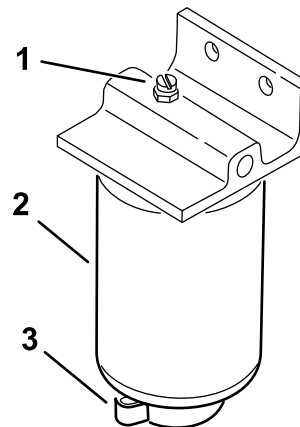

Bild 39
4. Öffnen Sie die Filterablassschraube und das Entlüftungsventil (Bild 39).